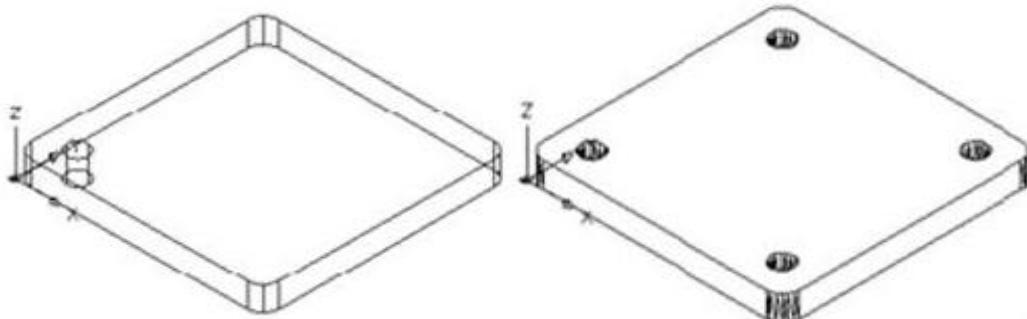

图 11-5 三维图形的矩形阵列
在命令行的“输入阵列类型 [矩形 (R) / 环形 (P)] <矩形>:”提示下，选择“矩形”选项或者直接回车，可以以矩形阵列方式复制对象，此时需要依次指定阵列的行数、列数、阵列的层数、行间距、列间距及层间距。其中，矩形阵列的行、列、层分别沿着当前 UCS 的 X 轴、Y 轴和 Z 轴的方向；输入某方向的间距值为正值时，表示将沿相应坐标轴的正方向阵列，否则沿反方向阵列，如图 11-5 所示。